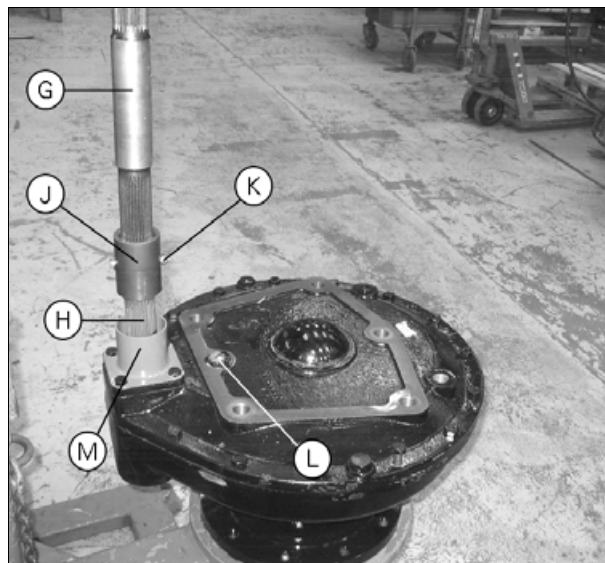

Рис. 6.
- После установки кронштейна конечного привода на конечный привод, входной вал (H) рис. 6 необходимо выровнять по центру относительно кронштейна. Соберите цилиндрическую втулку и рукоятку (N) так, чтобы их можно было вставить в цилиндр кронштейна. Размеры: Наружный Ø 80 mm - внутренний Ø 45 mm.